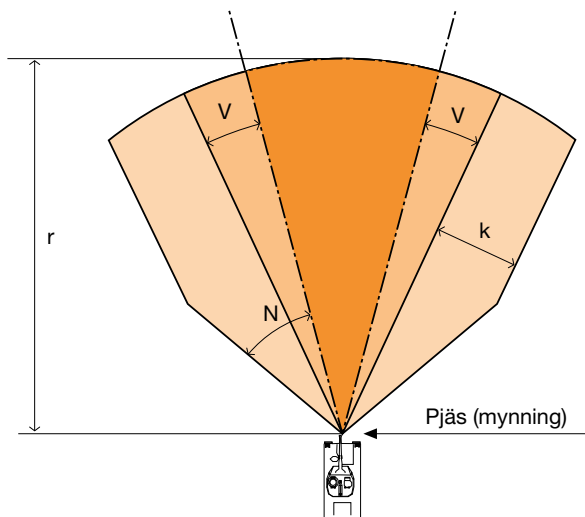

Bild 3.2. Exempel på riskområde vid pjäsplats
**22. Riskområde vid pjäsplats.** – Riskområde vid pjäsplats framgår av exempel i Bild 3.2.
Till det inre riskområdet räknas även riskområdet vid pjasplatsen enligt *Bild 3.2*.